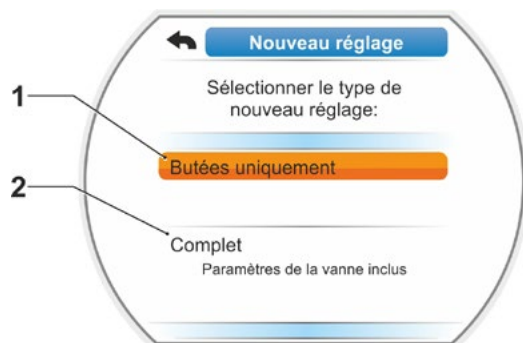

Fig. 2 : ajustage des butées avec ou sans paramètres
3. Confirmer l'option de menu « Nouveau réglage ». Un message demandant d'ajuster les « Butées uniquement » (Fig. 2, Pos. 1) ou d'effectuer le réglage « Complet » avec les paramètres prérequis pour un ajustage des butées correct (Pos. 2) s'affiche sur le visuel. Ces paramètres sont :